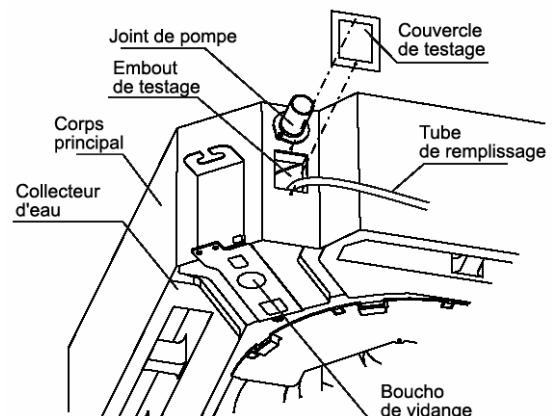

Figure 30
- Enlevez le couvercle et versez environ 2000 ml d'eau dans le collecteur d'eau au travers du tuyau de remplissage. (cf. figure 30)